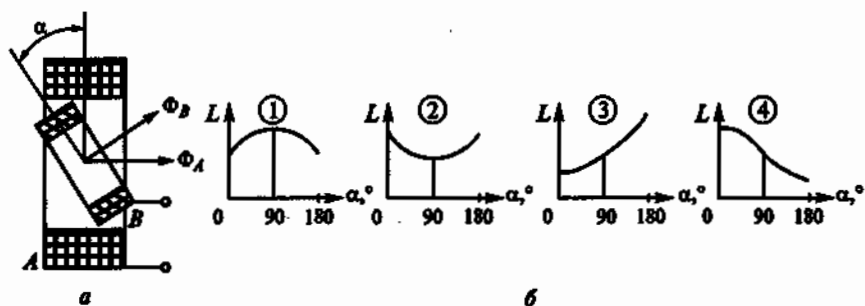

Рис. 62
2.38. Вариометр на рис. 62, *а* состоит из двух последовательно соединенных катушек: неподвижной A и подвижной B , индуктивности которых одинаковы, т. е. $L_A = L_B$. Какой из четырех графиков на рис. 62, *б* правильно отражает зависимость общей индуктивности вариометра от угла поворота α ?